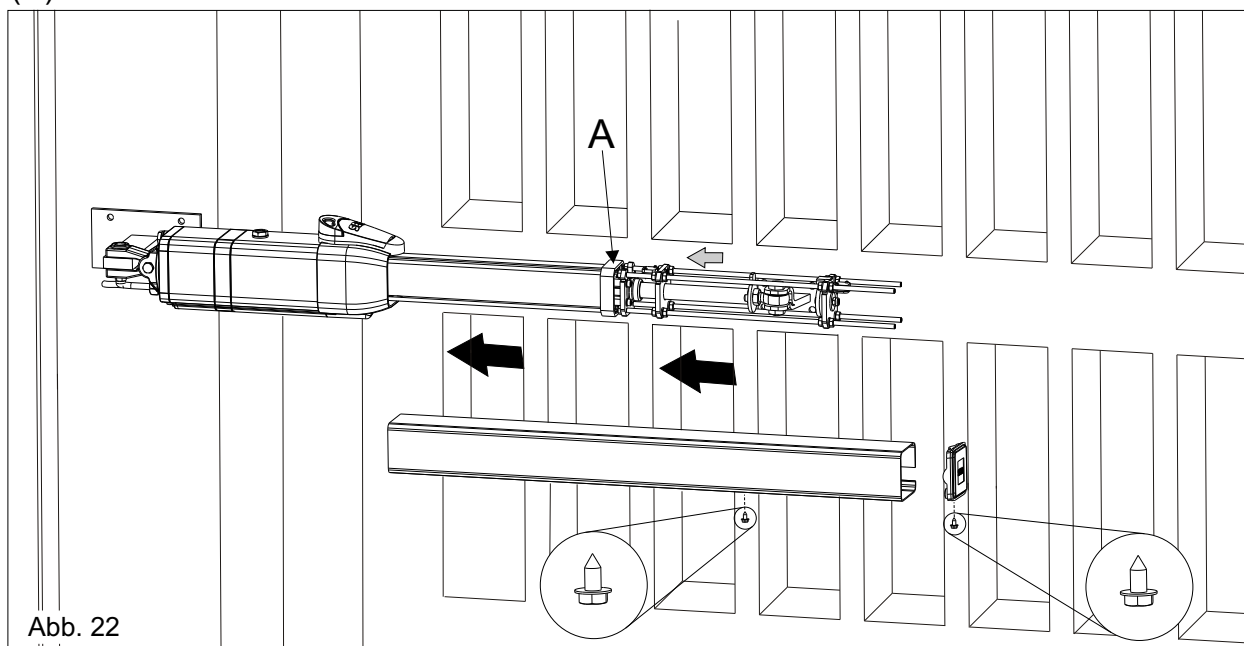

Abb. 22
Vor Installierung der Kolbenabdeckung (Abb. 22), muss der Antivibrationsrahmen aus Plastik eingeführt werden (A).